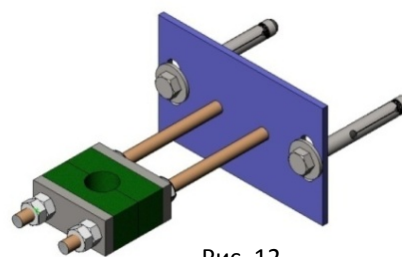

Рис. 12
- Рекомендуется устанавливать опорные направляющие для штока (Рис. 12) через каждые 1,5 метра.